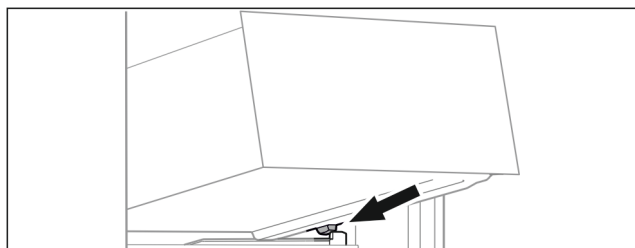

Fig. 59
- ▶ Наклоняя вниз, установите выдвижной ящик за стопоры на контейнерное ребро. (см. Fig. 59)